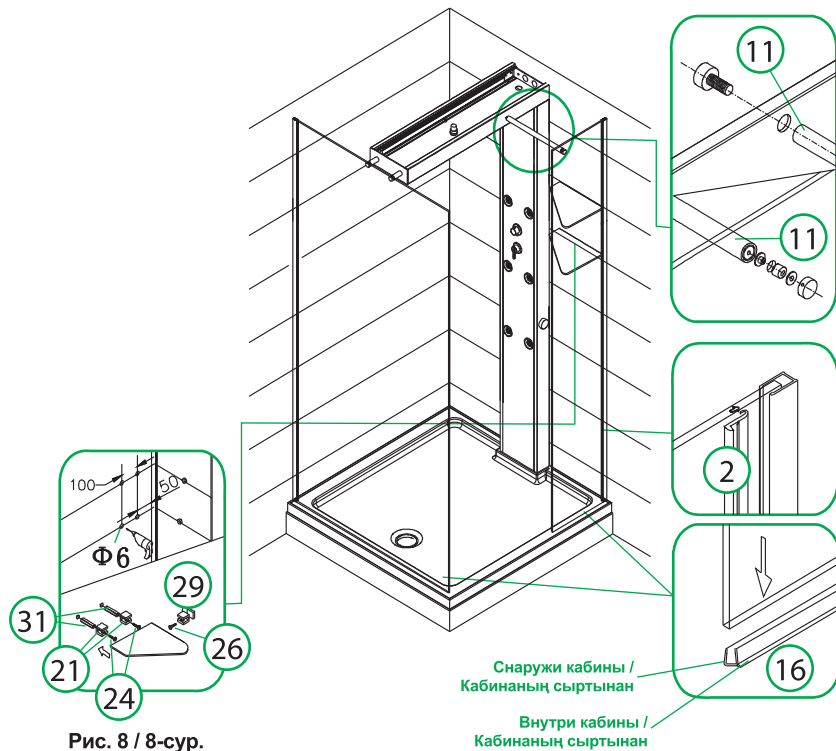

Рис. 8 / 8-сур.
- Установите малую неподвижную стеклянную панель, закрепив ее в держателе стекла, установите стеклянные полки (рис. 8).